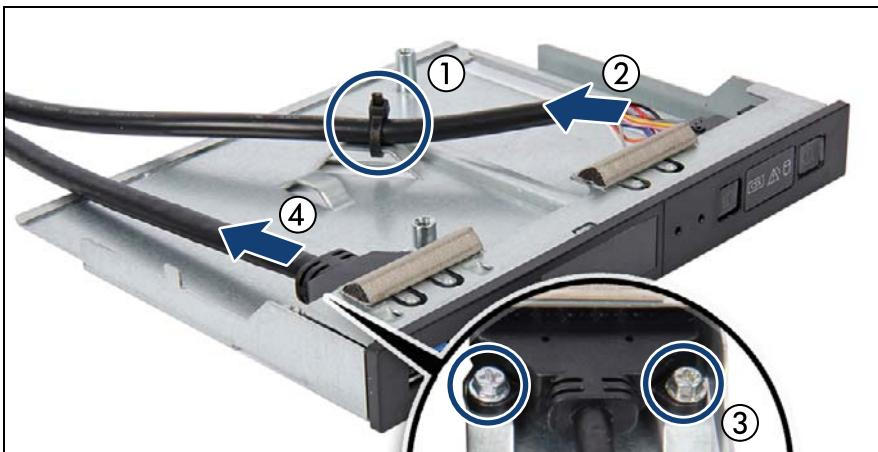

図 325: フロントパネルケーブルの取り外し
- ▶ フロントパネルケーブルを新しいフロントパネルモジュールに接続して、新しいリリースタイで突起に固定します (図 325 を参照)。
- ▶ フロント USB ケーブルを新しいフロントパネルモジュールに接続して、2 本のネジで固定します (図 325 を参照)。